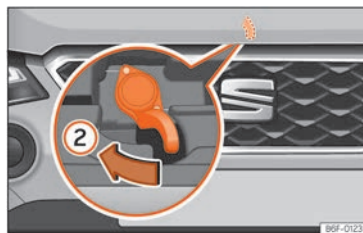

Abb. 180 Hebel unter der Motorraumklappe.
- Um die Frontklappe zu öffnen, drücken Sie den unterhalb der Frontklappe mittig vorgesehenen Hebel mit der Hand nach links >>> **(Abb. 180) ②**. Die Fanghaken werden entriegelt.